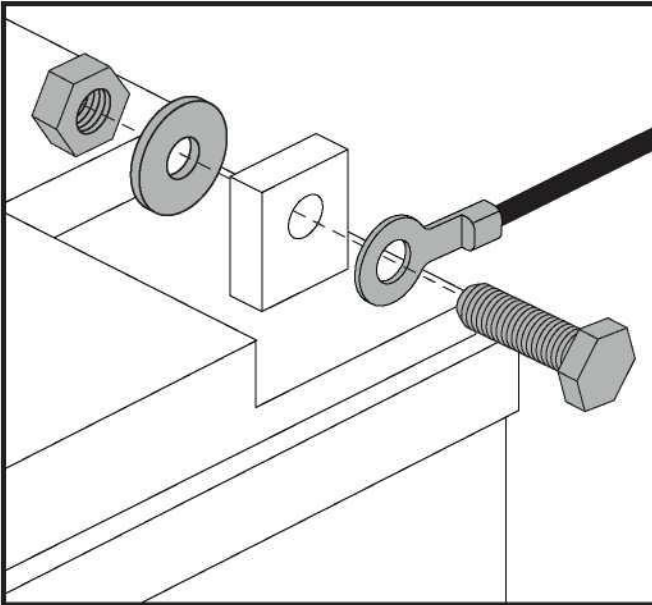

Figure 15. Terminal de la batería hardware - Configuración 1
4. Desconecte los cables de batería de los terminales de batería (fig. 15 y 16).